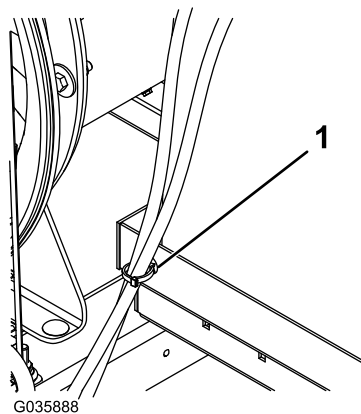

Figure 10
12. Engagez le clip serre-câble sur le côté du support du réservoir de carburant et utilisez-le pour attacher les 2 flexibles du réservoir (Figure 10).